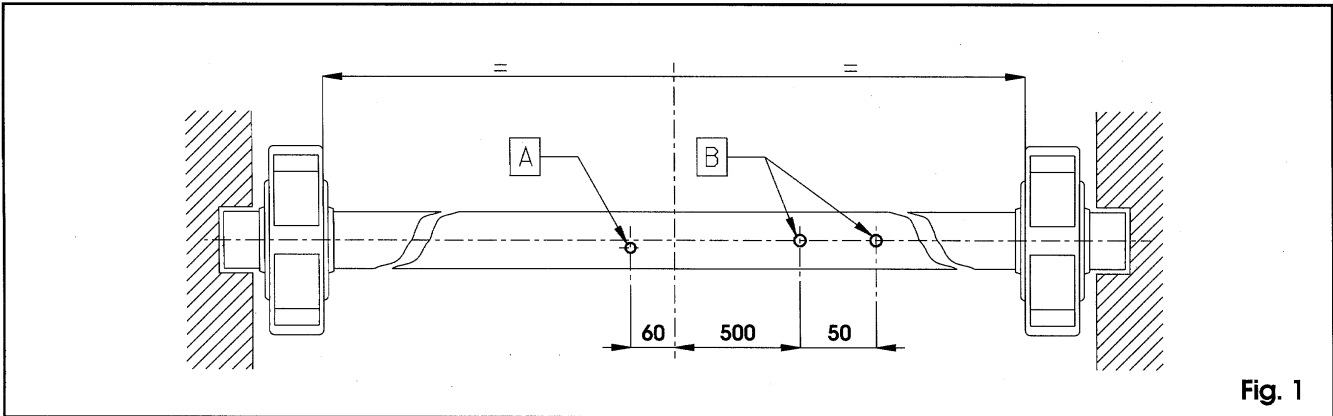
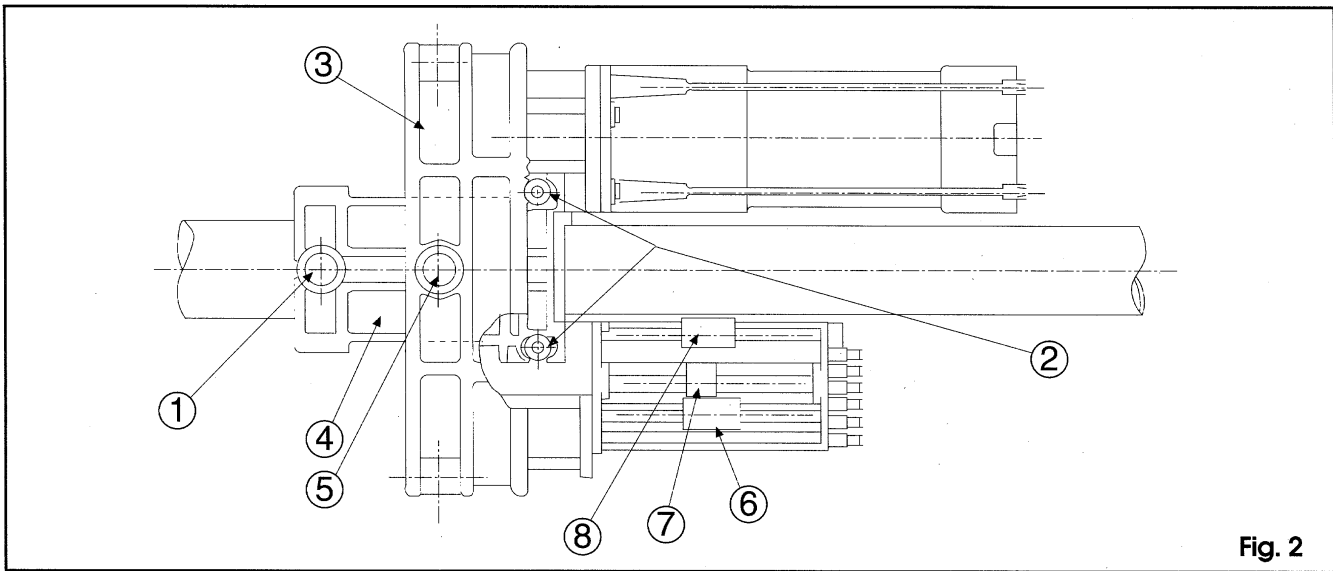

Fig. 1
Fig. 2
**A)** Portare la serranda a chiusura completa. **B)** Praticare le forature indicate in **fig. 1**, A: FORO PASSANTE, B: FORI NON PASSANTI. **Attenzione:** Utilizzare una guaina di protezione per il cavo elettrico. **C)** Smontare in due parti la flangia di avvolgimento **ⓐ fig. 2**. **D)** Smontare la flangia **ⓐ fig. 2** ed introdurre il motoriduttore sull'albero della serranda. **E)** Rimontare la flangia serrando con forza le viti **ⓐ fig. 2**. **F)** Introdurre la vite **ⓐ fig. 2** utilizzando le relative rondelle e serrare con forza il dado M 10. **G)** Praticare un foro diam. 10,5 mm sull'elemento della serranda in corrispondenza al foro filettato **ⓐ fig. 2**, della flangia d'avvolgimento. **H)** Avvitare e serrare con forza la vite TE 10x20 utilizzando l'apposita rondella.
**A)** Posizionare la serranda nello stato di chiusura. **B)** Regolare il microinterruttore di chiusura **ⓐ fig. 2** fino alla propria attivazione e serrare il pomello azzurro. **C)** Sollevare la serranda manualmente nello stato di apertura desiderato e riabbassarla. La vite senza fine della leva di azionamento dei finecorsa **ⓐ fig. 2**, è ingrassata. Sarà sufficiente posizionare il microinterruttore apertura **ⓐ fig. 2** a ridosso della zona priva di grasso.
**A)** Fully close the rolling door. **B)** Drill holes shown in **fig. 1**, A: THROUGH HOLE, B: STOPPED HOLES. **Important:** fit a protective sheath over the electrical cable. **C)** Separate the two parts of the winding flange **ⓐ fig. 2**. **D)** Remove the flange **ⓐ fig. 2** and install the gearmotor on the rolling door shaft. **E)** Refit the flange, tightening screws **ⓐ fig. 2**. **F)** Insert screw **ⓐ fig. 2** with relative washers and tighten nut M 10. **G)** Drill a 10.5 mm hole on the rolling door element in correspondence with the threaded hole **ⓐ fig. 2** on the winding flange. **H)** Fit the relative washer and tighten the 10x20 hex screw. **N.B.:** alternatively the shaft may be drilled in situ.
**A)** Close the rolling door. **B)** Position the closing limit switch **ⓐ fig. 2** so that it is operated and tighten the blue knob. **C)** Manually raise the rolling door to the desired opening height and then lower it. The worm screw of the limit switch cam is greased **ⓐ fig. 2**, and therefore it is sufficient to position the opening limit switch **ⓐ fig. 2** just next to the zone where there is no grease.
**A)** Fermer complètement le rideau. **B)** Pratiquer les trous indiqués à la fig. 1, A: TROU DEBOUCHANT, B: TROUS NON DEBOUCHANTS. **Attention:** Utiliser une gaine de protection pour le câble électrique. **C)** Séparer en deux la bride d'enroulement ② fig. 2. **D)** Démonter la bride ① fig. 2 et introduire le motoréducteur sur l'arbre du rideau. **E)** Assembler la bride et serrer fort les vis ② fig. 2. **F)** Introduire la vis ① fig. 2 en utilisant les rondelles prévues et serrer fort l'écrou M10. **G)** Pratiquer un trou de 10,5 mm de diamètre sur l'élément du rideau en correspondance du trou fileté ⑥ fig. 2 de la bride d'enroulement. **H)** Visser et serrer fort la vis TH 10x20 en utilisant la rondelle spéciale. **N.B.:** Il est également possible d'effectuer les trous de l'arbre sur place.
**A)** Placer le rideau en position de fermeture. **B)** Régler le micro-interrupteur de fermeture ⑥ fig. 2 jusqu'à son actionnement puis serrer le pommeau bleu. **C)** Soulever le rideau manuellement au point d'ouverture souhaité et le rebaisser. La vis sans fin du levier d'actionnement des fins de course ⑦ fig. 2 est graissée. Il suffira de positionner le micro-interrupteur d'ouverture ⑥ fig. 2 au niveau de la zone non graissée.
**A)** Den Rolladen vollständig schließen. **B)** Die in Abb. 1 dargestellten Bohrungen anbringen, A: DURCHGEHENDE BOHRUNG, B: BLINDE BOHRUNGEN. **Wichtig:** Schutzmantel für Elektrokabel verwenden. **C)** Den Wicklungsflansch ⑥ Abb. 2 in zwei Teile zerlegen. **D)** Flansch ⑥ Abb. 2 ausbauen und Antrieb auf die Rolladenwelle ziehen. **E)** Flansch montieren und die Schrauben ⑥ Abb. 2 fest anziehen. **F)** Schraube ① Abb. 2 mit den entsprechenden Unterlegscheiben einsetzen und die Mutter M 10 festziehen. **G)** Das der Gewindebohrung ⑥ Abb. 2 anliegende Teil des Rolladens mit 10,5 mm ausbohren. **H)** Sechskantschraube 10x20 mit spezieller Unterlegscheibe einsetzen und arretieren. **NB:** Alternativ können die Bohrungen auch an bereits montierter Welle vorgenommen werden.
**A)** Den Rolladen schließen. **B)** Verschlussmikroschalter ⑥ Abb. 2 bis zur Auslösung regulieren und hellblauen Regelknopf festziehen. **C)** Den Rolladen manuell bis zur gewünschten Stellung öffnen und wieder schließen. Die Endlosschraube ⑦ Abb. 2 am Auslösehebel der Mikroschalter ist werkseits eingefettet. Öffnungsmikroschalter ⑥ Abb. 2 in unmittelbare Nähe zum fettfreien Bereich bringen.